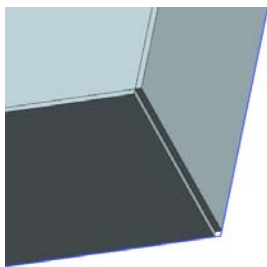

图 11-50 创建撕边特征
(3) 在“撕边”对话框中，单击  按钮，创建撕边特征，如图 11-50 所示。